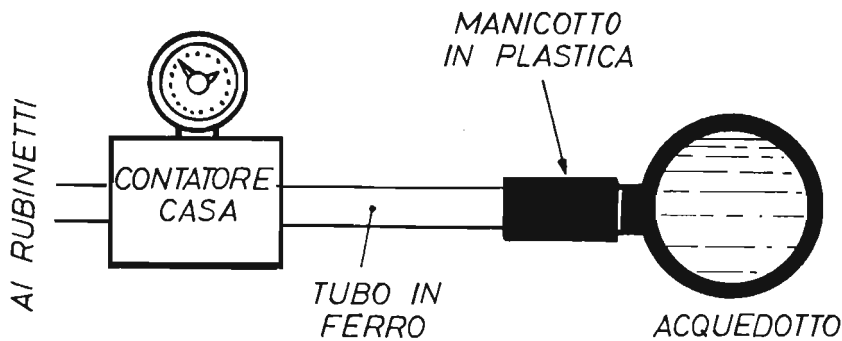

Figura 1
Esistono due tipi di FET: quelli a canale N e quelli a canale P. I primi, come avviene per i transistor di tipo NPN, vengono generalmente utilizzati in circuiti con negativo a massa, cioè in circuiti in cui il drain viene alimentato con una tensione positiva rispetto alla source. A questa categoria di FET appartiene il transistor TR1 montato nello schema dell'indicatore di livello di segnali di bassa frequenza di figura 1.
Come si può notare, il progetto dell'indicatore di livello riportato in figura 1 è alquanto semplice, perché composto da pochi elementi.
Il segnale di bassa frequenza, di cui si vuol misurare il livello, viene applicato al gate (G) del transistor FET a canale N denominato TR1. Questo tipo di transistor, come abbiamo avuto modo di dire, è un semiconduttore dotato di una elevatissima impedenza di ingresso, paragonabile a quella delle vecchie valvole elettroniche. Dunque, il valore dell'impedenza d'entrata dello strumento di figura 1 viene a dipendere quasi esclusivamente da quello della resistenza di polarizzazione del gate di TR1, che risulta essere di ben 2,2 megaohm (R1).
In figura 1 abbiamo interpretato con un esempio questo preciso concetto inteso a dissuadere il lettore ai collegamenti con le tubature dell'acqua per la composizione di un circuito di terra. Il manicotto in plastica, infatti, isola elettricamente le tubature dell'acquedotto da quelle di distribuzione nella casa.